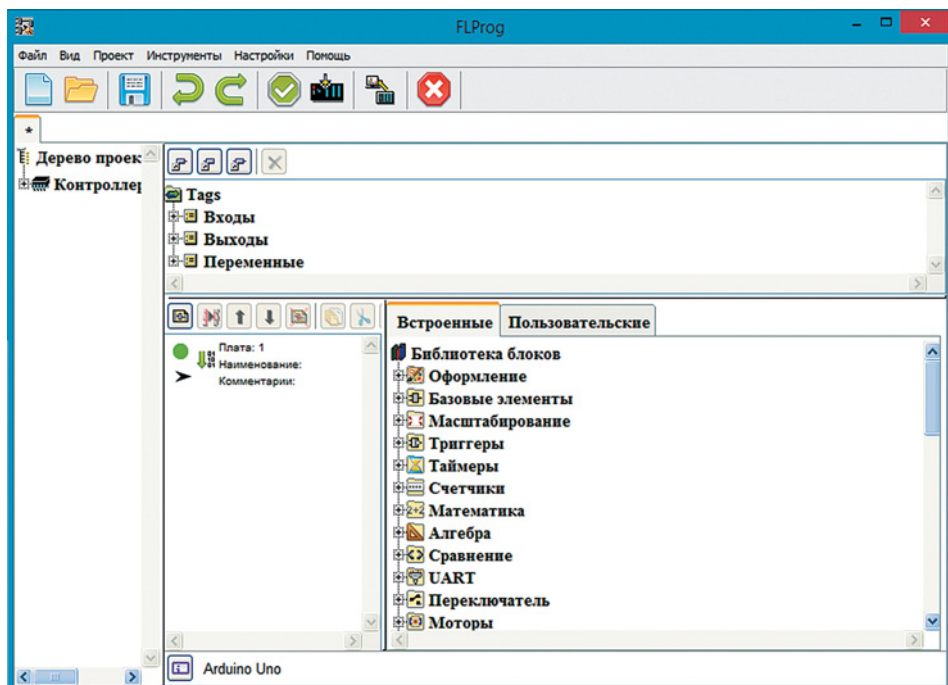
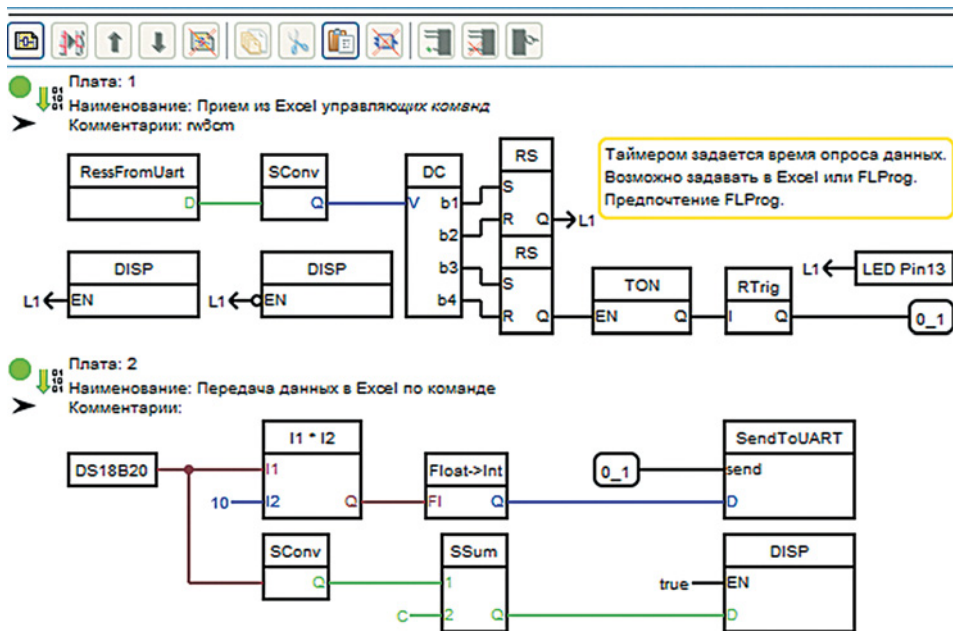

Рис. 3.10. Среда графического программирования FLProg
Рис. 3.11. Производственный язык программирования FBD
3. Среда графического программирования *FLProg* (<http://flprog.ru/load/>; рис. 3.10). Она доступна для установки на Windows и Linux. Программа российских разработчиков способна показать связь Arduino и производственной робототехники. FLProg нацелена на программирование с помощью языков *FBD* (*Function Block Diagram*) (рис. 3.11) и *Ladder Diagram* (*LD, LAD, PKC*), т.е. графического языка с построением цепей из триггеров и языка релейной логики соответственно. Второй язык ориентирован на инженеров по автоматизации на производствах.